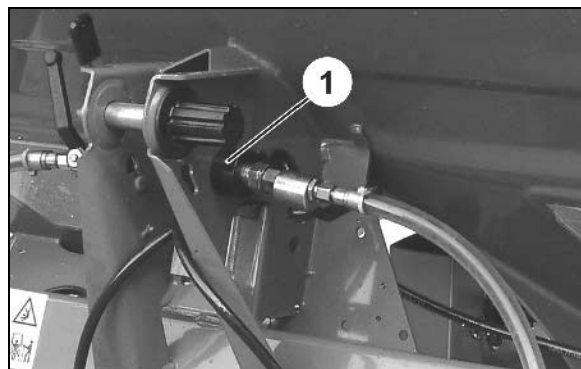

Рис. 36
- 2.9 Закрепите питающую проводку в соответствующих разъемах для хранения (Рис. 36/1).